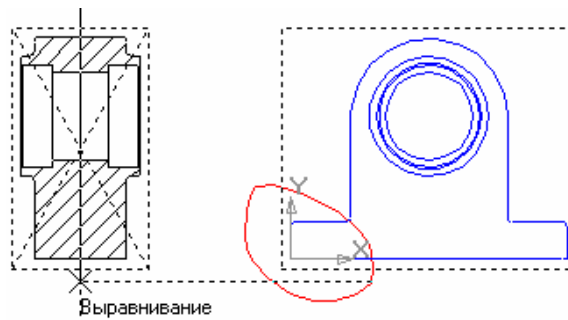

Рисунок 9.9 - Задання положення січної площини на головному зображенні на осі симетрії
10. Виберіть на Інструментальній панелі **Асоціативні види** команду **Місцевий розріз** . Спочатку вкажіть замкнену криву, яка обмежує розріз, потім задайте положення січної площини на головному зображенні на осі симетрії (рис. 9.9):